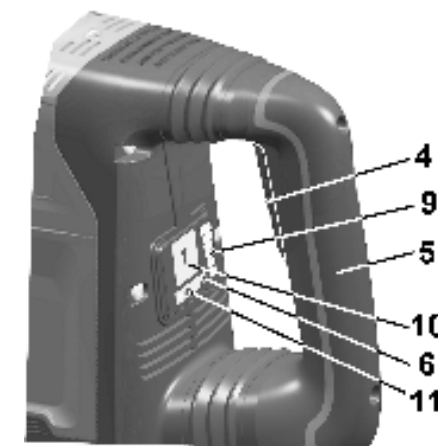

Рис.7
8.4. Переключение режимов (Рис. 7,9)
ПЭ-1500/50Э, Рис.7